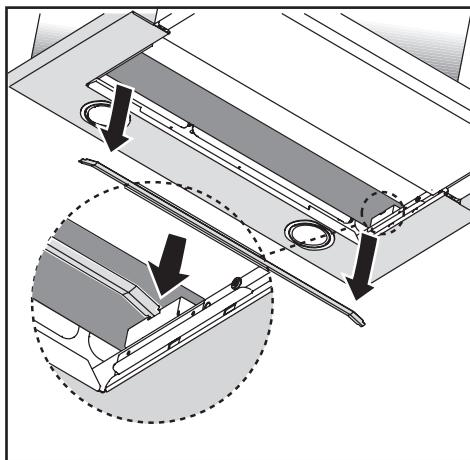

Fig.3
-Nel caso in cui il prodotto sia in versione filtrante togliere il filtro a carbone rigenerabile tirando verso l'esterno la staffa e rimuovendola dalla propria sede (Fig.3).